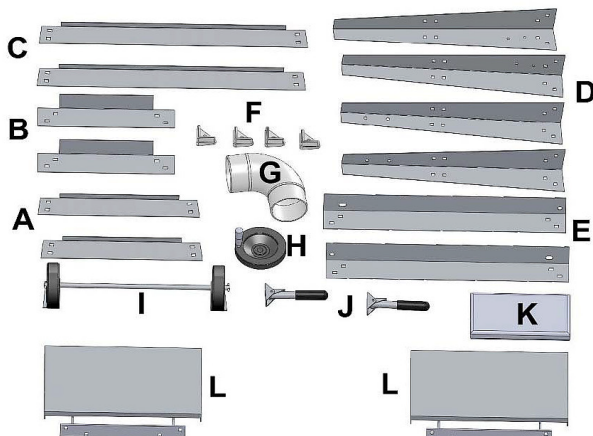

Abb. 7: Montageteile der Maschine
Schritt 2: Querstreben (B und E, Abb.7) umdrehen und rechteckig auf eine ebene Fläche zusammenlegen.
Schritt 3: Maschinenfüße (D, Abb.7) mit den oberen Querstreben (B und C, Abb.7) verbinden und die Schrauben handfest anziehen.
Schritt 4: Unteren Querstreben (Abb.7) mit den restlichen Schrauben an den Maschinenfüßen montieren.
Schritt 5: Gummiabdeckung (F, Abb.7) an der Unterseite der 4 Standfüße einsetzen.